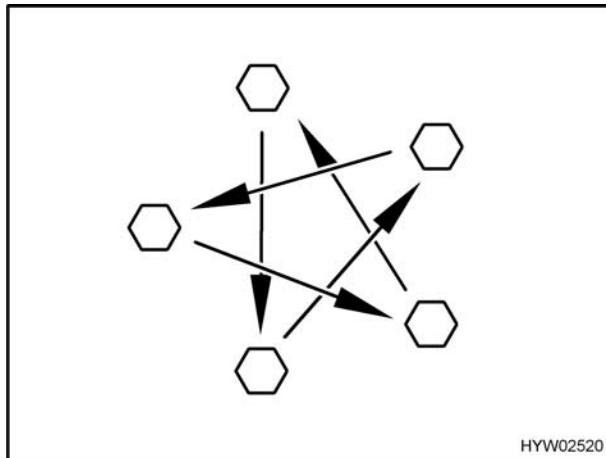

Fig. 108 Serrare a croce i bulloni delle ruote
- Controllare regolarmente il serraggio dei bulloni. Regolare a croce (Fig. 108) il serraggio dei bulloni di una ruota sostituita dopo circa 50 km. Per il valore della coppia di serraggio consultare il paragrafo Coppia di serraggio.
- Serrare a croce i bulloni delle ruote (Fig. 108). Per il valore della coppia di serraggio consultare il paragrafo Coppia di serraggio.